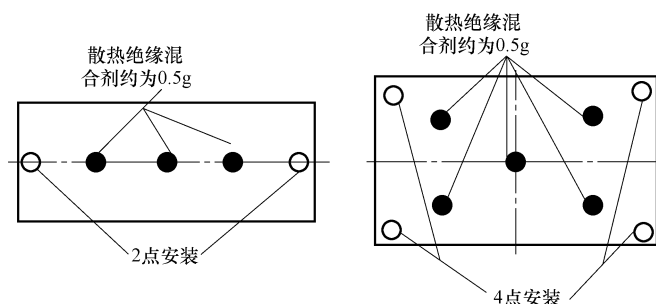

图 3-10 2 点与 4 点安装方式
- 4) IGBT 与散热器间涂覆散热绝缘混合剂，涂覆技巧主要是要保证 IGBT 与散热器用螺钉紧固后，要保持均匀使 IGBT 与散热器接触均匀。其中，2 点与 4 点安装方式如图 3-10 所示。